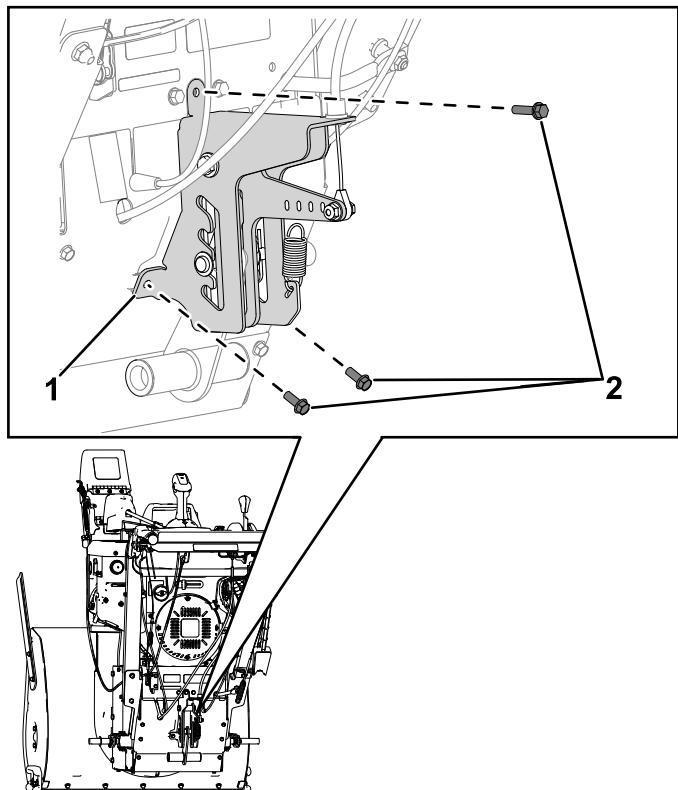

Bild 3
2. Entfernen Sie die drei Schrauben ($\frac{1}{4}$ " x $\frac{5}{8}"), mit denen die Halterung der Höheneinstellung an der oberen Platte und der hinteren Abdeckung befestigt ist. Entfernen Sie die Halterung der Höhenverstellung von der Platte und der Abdeckung (Bild 3).$